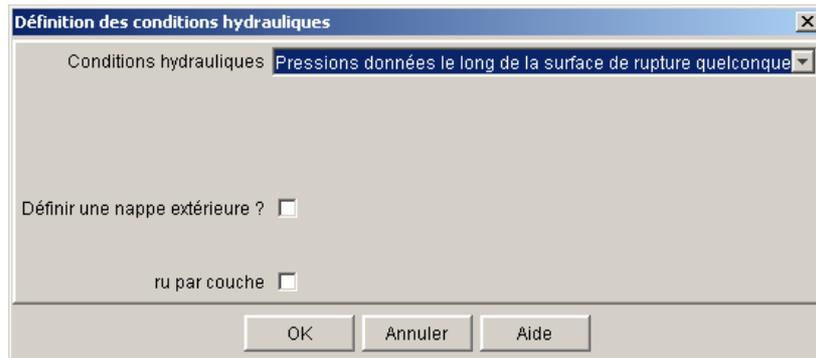

Figure 85 : définition de conditions hydrauliques par pressions données le long de la surface de rupture quelconque
- Par données le long de la surface de rupture : il suffit de choisir l'option "Pressions données le long de la surface de rupture quelconque" (Figure 85). Cette option ne peut et ne doit être utilisée que dans le cas de surfaces de rupture quelconques (et pas avec les surfaces de rupture circulaires ou les spirales logarithmiques).